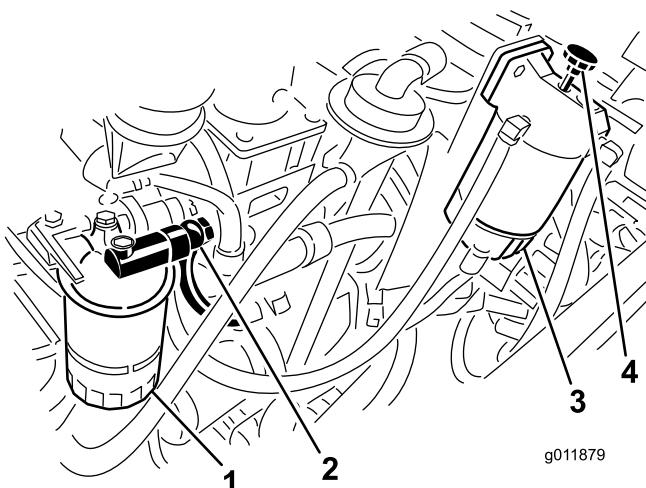

Figure 64
- Desserrez le raccord banjo sur le boîtier du filtre à carburant (Figure 64).
- Actionnez la pompe d'amorçage du séparateur d'eau jusqu'à ce que le carburant s'écoule régulièrement par le raccord banjo (Figure 64).